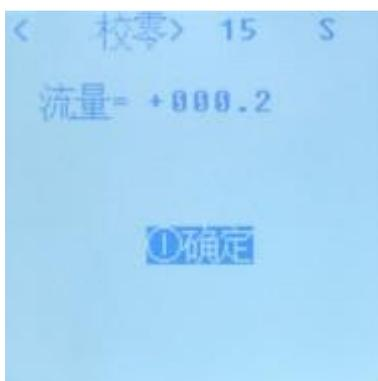

图 12 氟化物校零界面
选择“②校零”项，按**确认**键进入“校零”菜单，显示图 12 所示。